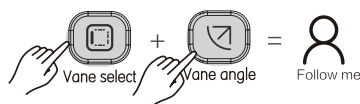

Рисунок 3.16
1. Когда блок находится в режиме охлаждения или нагрева, нажмите  и  одновременно, чтобы запустить функцию Follow Me. На экране отобразится значок  (см. Рис. 3.16);